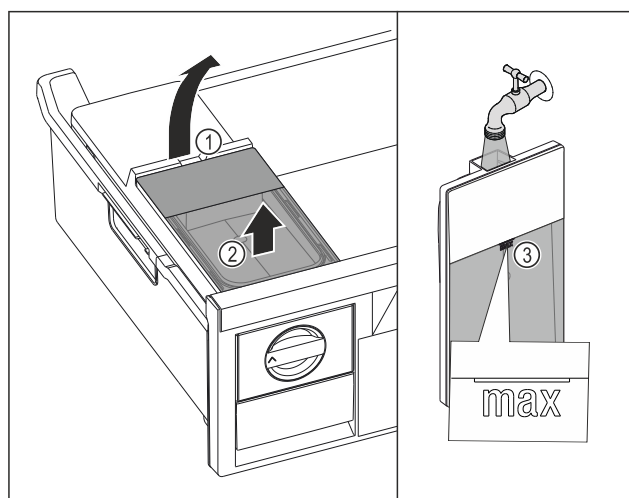

Fig. 152
- Wassertank an der Aussparung Fig. 152 (1) anheben.
- Wassertank nach oben entnehmen. Fig. 152 (2)
- Wassertank bis zur Markierung Fig. 152 (3) mit Trinkwasser befüllen.